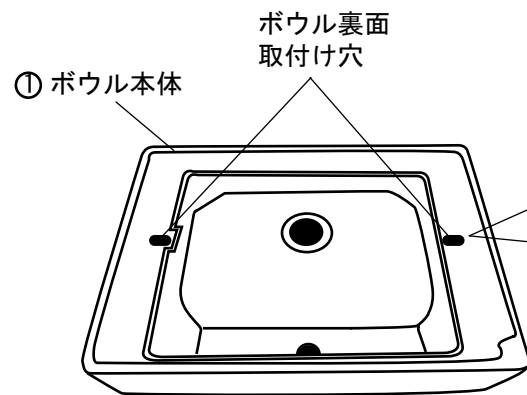

図6
- 4) ボウル裏面のネジ取付け穴に、前工程で組付けたネジ類の四角ナットを合わせて差し込みます。(図6~7参照)